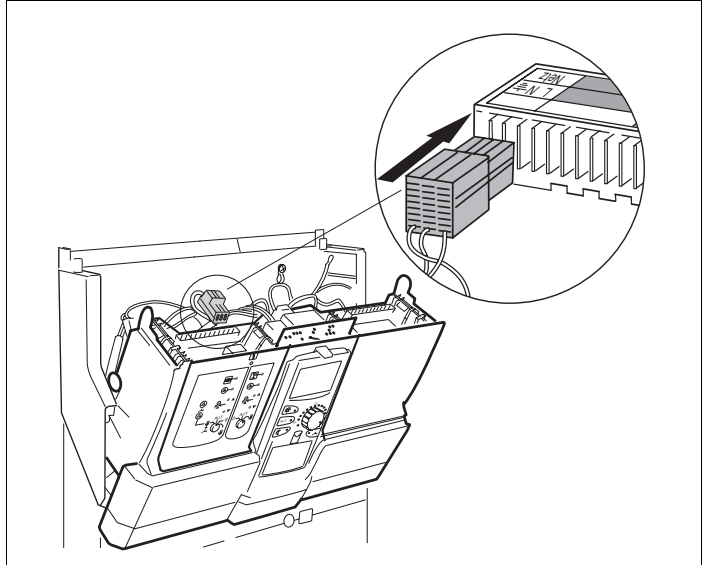

Abb. 7 Netzanschluss Steckplatz 1 herstellen
- 230-V-Modulanschlussstecker an der vorgesehenen Position in der Steckerleiste (vgl. Lupe in Abb. 7) einstecken.
- 230-V-Modulanschlussstecker (vgl. Abb. 7, Seite 15) und alle Verbindungsleitungen des Moduls ZM 424 abziehen und in Parkposition fixieren.